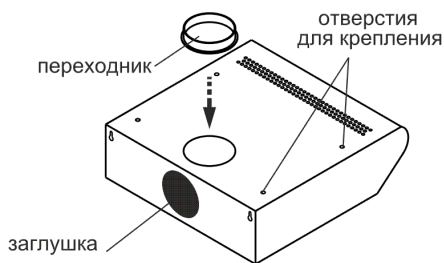

рис. 7
- установите и зафиксируйте пластиковый переходник, который вы найдете внутри изделия, в верхнем положении (рис. 7);
- заглушкой (рис. 7) закройте отверстие на задней стенке изделия;
- разметьте и просверлите четыре отверстия в полке (к которой крепите воздухоочиститель), согласно отверстиям для крепления на верхней панели корпуса прибора(рис.7);